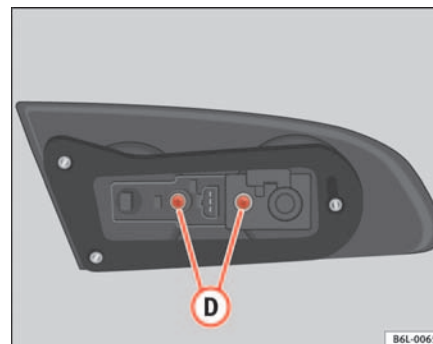

Fig. 156 Accès à la lampe
- Dévisser les vis (D) ⇒ fig. 156 et extraire le porte-lampes.